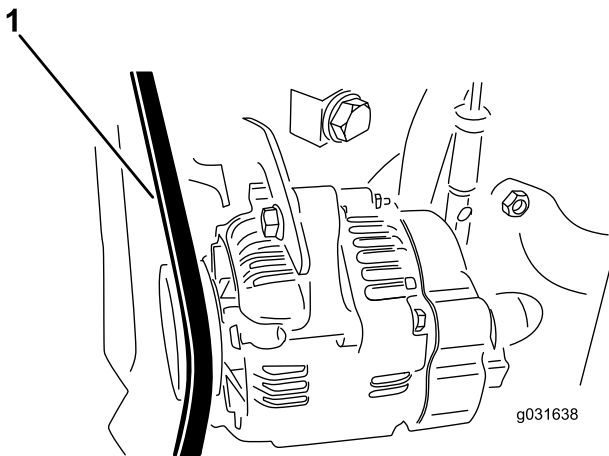

Figura 61
2. Aplique una fuerza de 30 N (22 pulgadas-libra) a la correa del alternador, en el punto intermedio entre las poleas (Figura 61).